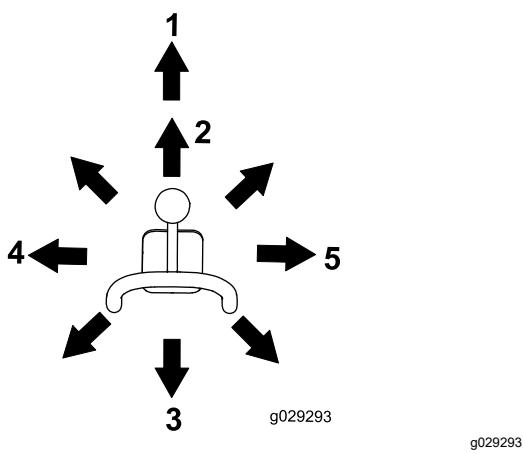

Figure 10
- Pour basculer l'accessoire en avant, déplacez lentement le levier vers la droite (Figure 10).
- Pour basculer l'accessoire en arrière, déplacez lentement le levier vers la gauche (Figure 10).
- Pour abaisser les bras de chargeuse, poussez lentement le levier en avant (Figure 10).
- Pour éléver les bras de chargeuse, tirez lentement le levier en arrière (Figure 10).
- Pour abaisser les bras de chargeuse à la position verrouillée (flottement), poussez lentement le levier en avant (Figure 10).